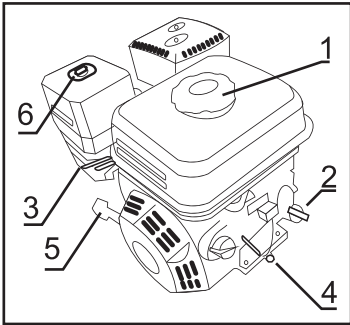

Рис. 3
- Закрутить крышку топливного бака (Рис. 3).